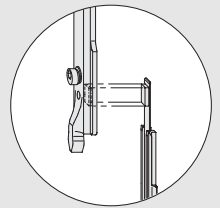

Bild 1
- > A** Schieber (Seite 2: 35) mit Schubstange S4 und Eckumlenkung VSU/BSO (36) senkrecht an der BSO einschieben.
- B** Schließer DK (21), Schere LM 4200 (20) und Schubstange S3 waagrecht an der VSO einschieben.
- > C** Schließer DK (21), Schere LM 4200 (20), Schubstange S3 und Schließplatte (40) waagrecht an der VSO einschieben.
- > D** Schließer DK (21) mit Eckumlenkung VSU/BSO (36) kuppeln. Auf korrekte Positionierung des Kupplungsstückes der Eckumlenkung VSU/BSO (36) achten.
- E** Winkelbandlager (10/16) und Schere LM 4200 (20) mit Senkschraube M5 x 7 (11/17) verschrauben (Drehmoment $2,5 \pm 0,25$ Nm).
- F** Winkelbandlager (10/16) nach Angaben auf Seite 4 positionieren und Schere LM 4200 (20) mit Stanzschrauben befestigen.
- > G** Schieber (35) mit Schubstange S5 und Eckumlenkung VSU/BSO (36) waagrecht an der VSU einschieben.
- H** Kippriegel 10 mm (25), Schubstange S1, Kupplungslasche LM (29/33), Schubstange S2 und Eckumlenkung VSO (23.1/23.2) senkrecht an der VSO einschieben.
- > I** Kippriegel 10 mm (25) mit Eckumlenkung VSU/BSO (36) kuppeln. Auf korrekte Positionierung des Kupplungsstückes der Eckumlenkung VSU/BSO (36) achten (Bild 1).
- J** Eckumlenkung VSO (23.1/23.2) mit Schubstange S3 „Schließplatte (40)“ kuppeln und mit Klemmstück EUL (22) sichern.
- K** Auflaufbock (27) waagrecht an der VSU einschieben.
- L** Hebel LM (1) mit Zylinderschrauben M5 x 12 (30) anschrauben (Drehmoment $2,5 \pm 0,25$ Nm). Einschluß des Hebelmitnehmers in Kupplungslasche LM (29) beachten.
- L** Fehlbedingungssperre LM (32) am Überschlag mit Zylinderschrauben M5 x 12 (31) an dem Hebel LM (1) anschrauben (Drehmoment $2,5 \pm 0,25$ Nm). Einschluß des Hebelmitnehmers in Kupplungslasche LM (33) beachten.
- L** Ecklagerbolzen (4) in Eckband (5) DIN rechts oder DIN links eindrücken.
- M** Klemmstück E (6) senkrecht an der BSU einschieben und Eckband (5) mit Senkschrauben M5 x 8,5 (3) verschrauben (Drehmoment $2,5 \pm 0,25$ Nm).
- N** Eckband rechts/links (13) in die Flügelnut einschieben und mit vormontierten Senkschrauben M5 x 8,5 befestigen (Drehmoment $2,5 \pm 0,25$ Nm).